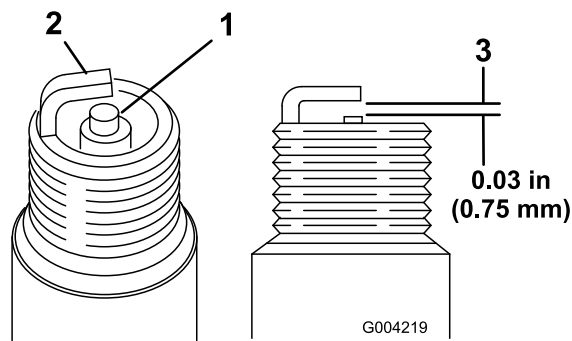

Figura 50
- Veja a parte central de ambas as velas de ignição (Figura 50). Se verificar uma cobertura castanha ou cinzenta no isolante, o motor está a funcionar corretamente. Uma cobertura preta no isolante indica que o filtro de ar está sujo.
- Verifique a folga entre os eléctodos central e lateral (Figura 50).
- Dobre o eléctrodo lateral (Figura 50) se a folga não for a correta.